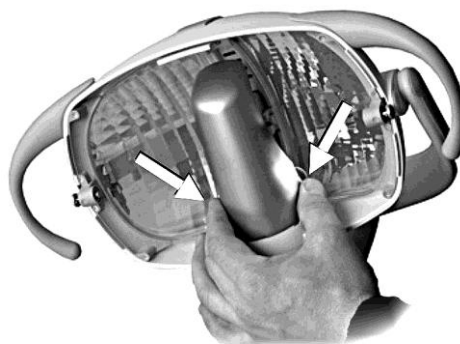

Рисунок 8.1.3.
- Витягнути екран, натискаючи на нього з двох боків, як показано на (Рисунок 8.1.3.).